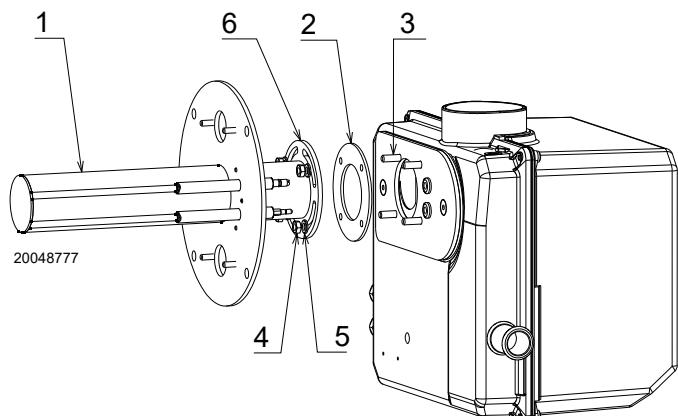

Fig. 7
- Svitare il dado 4)(Fig. 7) e rondella 5) premontati;